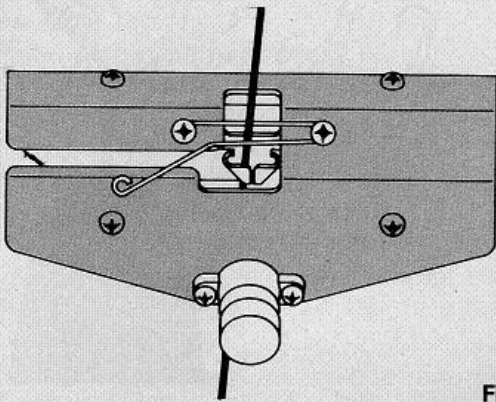

Fig. 27
- Passer la laine dans le guide-fil de l'accoupleur (fig. 27) et l'accrocher à la pince du raidisseur.